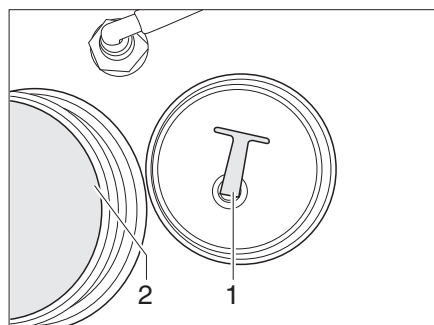

Fig. 340 Bouchon de fermeture
- Dévisser le bouchon de fermeture (Fig. 340,1) de l'ouverture de vidange (Fig. 340,2). L'eau s'écoule.